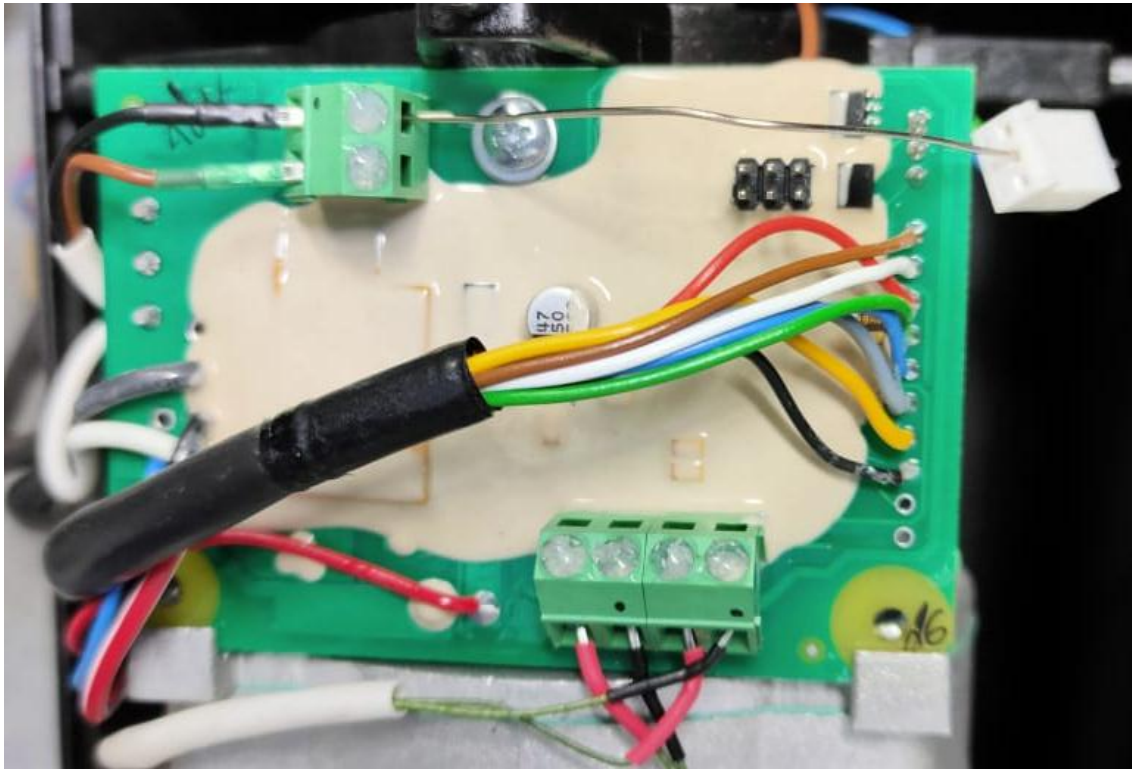

Рис.10 – Подключение сигнала управления (ШИМ) двигателя для проверки
- 3) Проверить НВ на отсутствие «мертвых точек». Для этого, изменяя положение вентилятора и замыкая контакт синего провода на черный (рис.10), проверить из всех ли положений запускается НВ. Если есть «мертвые точки» - НВ неисправен.
4) Проверьте исправность канала измерения оборотов. Для этого замкните контакты синего и черного проводов (рис.10) и на зеленом проводе цифровым тестером замерьте частоту импульсов. Пока НВ набирает обороты – частота импульсов должна возрастать. Разомкните контакт. НВ начнет сбавлять обороты, и частота импульсов начнет снижаться. Если какое-нибудь из этих условий не выполняется, то НВ – неисправен.